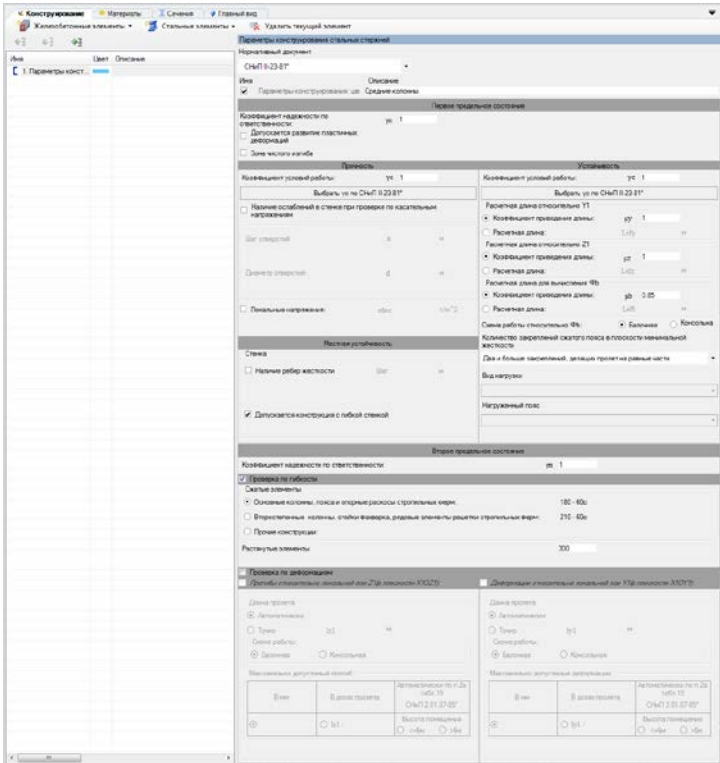

Рис. 151. Редактор параметров конструирования средних колонн
- В разделе **Первое предельное состояние** задайте (рис. 151): коэффициент надежности по ответственности $\gamma_n = 1$; коэффициент условий работы по прочности $\gamma_c = 1$; коэффициент условий работы по устойчивости $\gamma_s = 1$; коэффициент приведения длины относительно Y_1 , $\mu_y = 1$; коэффициент приведения длины относительно Z_1 , $\mu_z = 1$; коэффициент приведения длины относительно Φ_b , $\mu_b = 0,85$; схема работы относительно Φ_b — балочная, количество закреплений сжатого пояса в плоскости минимальной жесткости — **Два и больше закреплений**, делящих пролет на равные части.